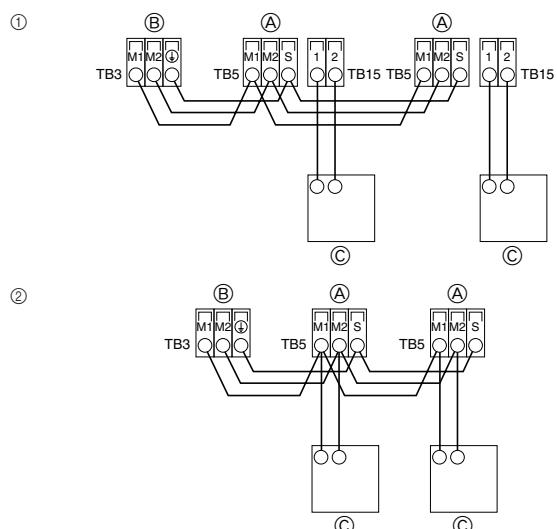

Fig. 4-2
4.2. Σύνδεση ελεγκτού εξ αποστάσεως, καλώδιων μεταφοράς εξωτερικών και εσωτερικών μονάδων (Fig. 4-2)
- ① Ελεγκτής εξ αποστάσεως MA
- ② Ελεγκτής εξ αποστάσεως M-NET